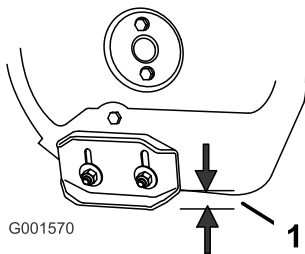

Figura 24
2. Slăbiți piulițele care fixează ambii saboți la părțile laterale ale angrenajului melcat până când saboții glisează ușor în sus și în jos (Figura 24).